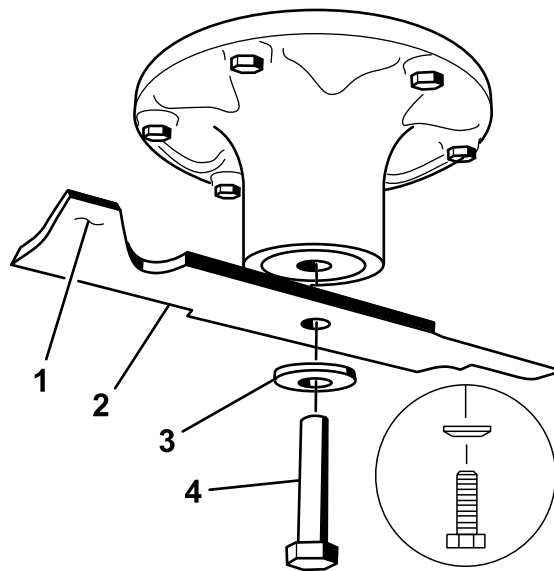
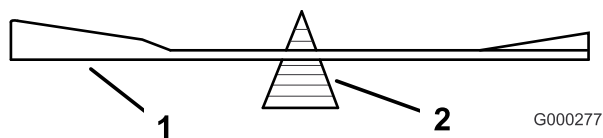

Bild 61
Bild 63
Halten Sie das Ende des Messers mit einem stark wattierten Handschuh oder wickeln Sie einen Lappen um es herum. Entfernen Sie die Messerschraube, Wellenscheibe und das Messer von der Spindelwelle (Bild 61).
2. Überprüfen Sie die Auswuchtung des Schnittmessers auf einer Ausgleichsmaschine (Bild 63). Wenn das Schnittmesser in seiner horizontalen Position bleibt, ist es ausgewuchtet und kann wiederverwendet werden. Feilen Sie, wenn das Schnittmesser nicht ausgewuchtet ist, vom Flügelbereich des Messers etwas Metall ab (Bild 61). Wiederholen Sie diesen Vorgang, bis das Messer ausgewuchtet ist.
1. Setzen Sie das Messer auf die Spindelwelle (Bild 61).
2. Setzen Sie die Federscheibe und die Messerschraube ein. Der Konus der Federscheibe muss bei der Installation in Richtung Schraubenkopf zeigen (Bild 61). Ziehen Sie die Messerschraube mit 135 bis 150 Nm an.